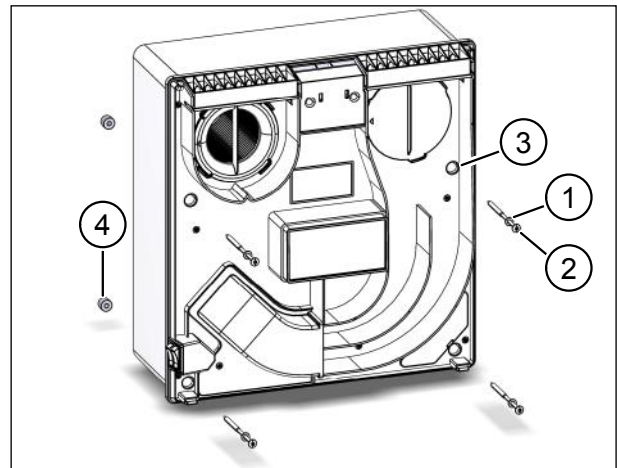

Abb. 23: Befestigungsschrauben einsetzen
- ▶ Stecken Sie die Beilagscheiben (Pos. 1 in Abb. 23) auf die Kreuzschlitzschrauben (Pos. 2 in Abb. 23) auf und führen diese in die Gehäusebohrungen (Pos. 3 in Abb. 23) ein.
- ▶ Schrauben Sie die vier Zentrierhilfen (Pos. 4 in Abb. 23) an der Rückseite auf die vier Kreuzschlitzschrauben soweit auf, dass die Spitze der Kreuzschlitzschraube ca. 10 mm über die Zentrierhilfe hinaussteht.